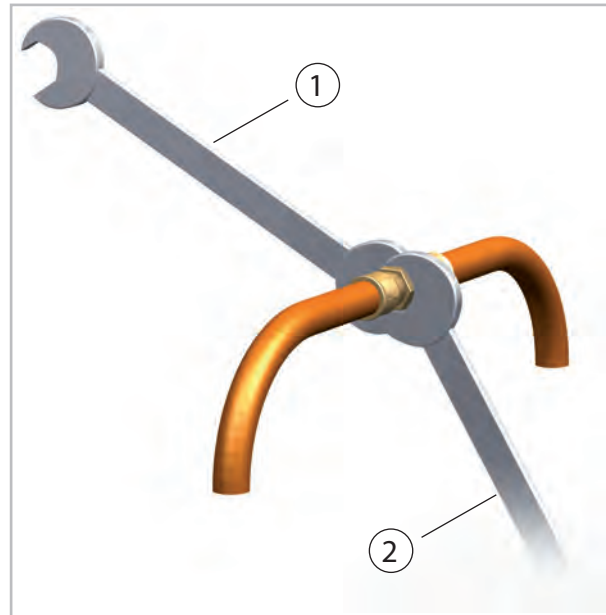

Abb. 31: Verschraubungen anziehen
11. ➤ Befestigen Sie nun endgültig die Verschraubungen mit 2 Maulschlüsseln geeigneter Schlüsselweite. Halten Sie während des Schraubens auf jeden Fall mit einem Maulschlüssel gegen (Abb. 31).